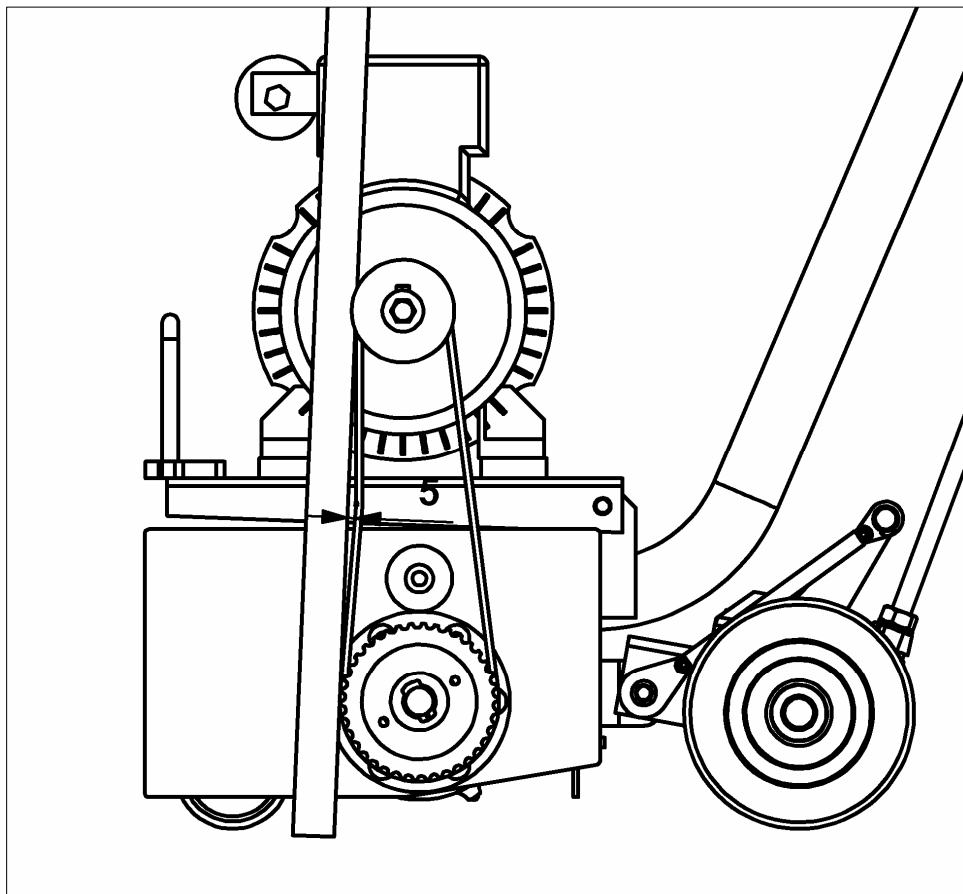

Fig. 7.4
- Achten Sie darauf, dass der Zahnriemen parallel aufliegt und die richtige Vorspannung hat. Eindrücktiefe ca. 5mm. (Fig. 7.4)